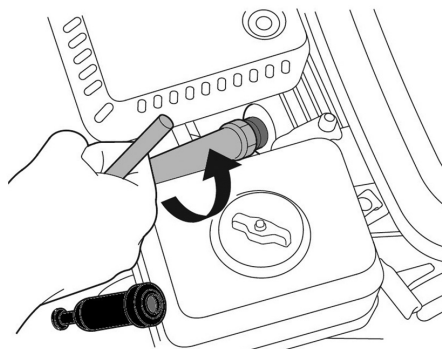

Рис. 32 Обслуживание свечи зажигания
2. Открутите свечу зажигания свечным ключом (Рис. 32).